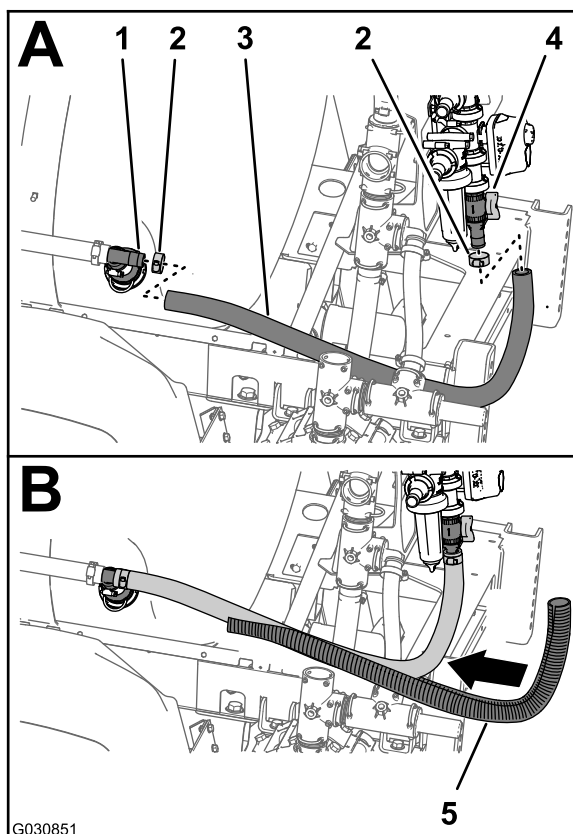

Figure 103
1. Raccordez le flexible (1" x 41") au raccord en T cannelé sur la buse d'agitation arrière de la cuve du pulvérisateur (Figure 103).
2. Fixez le flexible au raccord en T avec le collier (Figure 103) que vous avez retiré à l'opération 2 de Dépose de la vanne d'agitation, du clapet à bille et des flexibles (page 34).
3. Branchez l'autre extrémité du flexible (1" x 41") au raccord droit cannelé au bas de la vanne de dérivation (Figure 103).
4. Fixez le flexible au raccord droit avec un collier (Figure 103) que vous avez retiré à la section Démontage des vannes d'agitation et de dérivation (page 36).
5. Placez la gaine ondulée (Figure 103) autour du flexible (1" x 41").